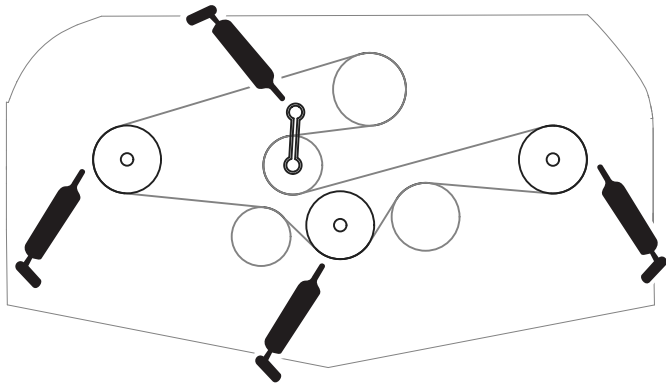

图 16
- 锭轴轴承3个——位于皮带轮下方 图 16
- 总轮臂轴轴承 图 16